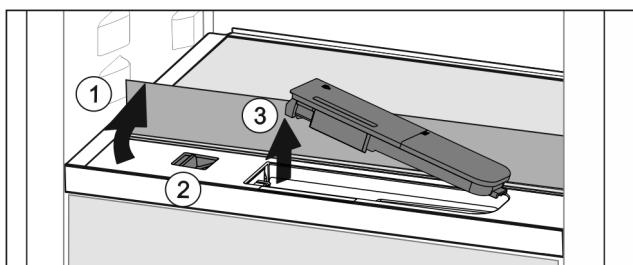

Fig. 119
- Повдигнете стъклена плоча и я завъртете до ограничителя назад Fig. 119 (1).
- Преместете пъзгача Fig. 119 (2) наляво.
- Извадете резервоара за вода Fig. 119 (3).